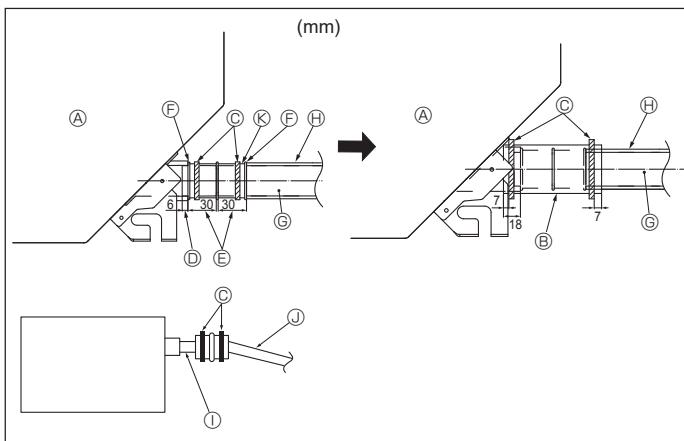

Fig. 3-2
1. Die Ablassmuffe (mit der Anlage geliefert) an den Dränageauslaß anschließen. (Fig. 3-2) (Das Rohr mit PVC-Kleber ankleben und dann mit einem Band sichern.)